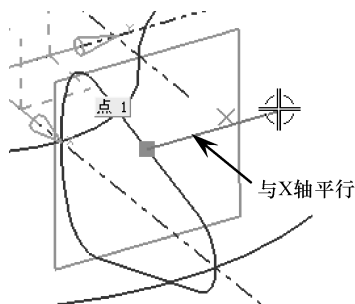

图 5-19 创建直线
- 16 使用【点】命令,以默认的支持平面,在另一条吊钩组合截面曲线上创建出平行于 X 轴(支持平面)的直线特征,如图 5-19 所示。